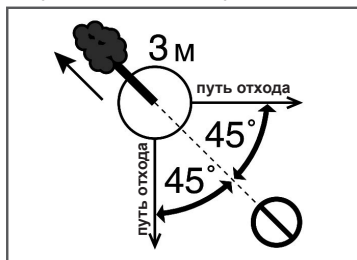

Рис. 13 Определение путей отхода
2. Определите направления падения дерева. Для этого следует учесть силу и направление ветра, естественный наклон дерева, равномерность распределения веток в кроне дерева. Начните пилить с той стороны дерева, куда оно должно упасть (Рис. 13).
3. Обязательно определите путь отхода. Путь отхода (Рис. 13) должен быть направлен по диагонали в сторону, противоположную направлению падения, под углом 45 градусов, и вы должны отойти минимум на 3 метра от ствола, на тот случай, если во время падения комель дерева отскочит в сторону.